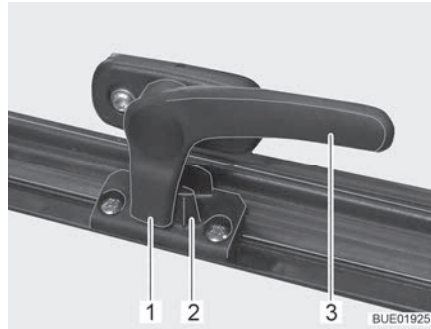

Bild 29 Verriegelungshebel in Stellung "geschlossen"
- Den Verriegelungshebel (Bild 29,3) eine viertel Umdrehung zur Fenstermitte hin drehen.
- Den Verriegelungshebel (Bild 29,3) eine viertel Umdrehung zum Fensterrahmen hin drehen. Die Verriegelungsnase (Bild 29,1) liegt auf der Innenseite der Fensterverriegelung (Bild 29,2).
- in Stellung "fest verschlossen" (Bild 29).